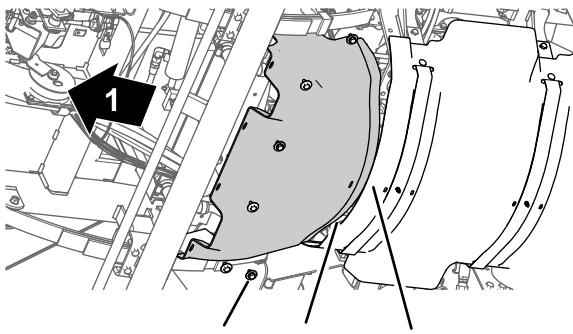

Figura 58
1. Alinee la brida trasera del protector térmico delantero sobre la brida delantera del protector térmico trasero (Figura 58).
2. Alinee los taladros del protector térmico delantero con los taladros roscados del chasis (Figura 58).
3. Monte el protector térmico delantero en la máquina con los seis pernos de cabeza hexagonal y las seis arandelas (Figura 58) que retiró en el paso 3 de Retirada del protector térmico delantero \(página 53\).